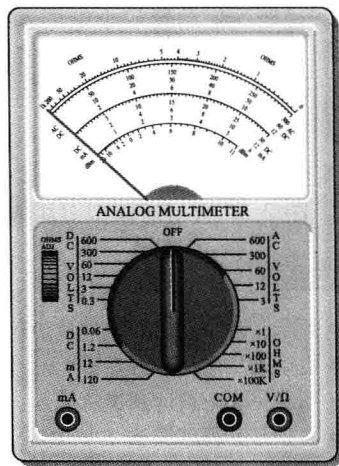
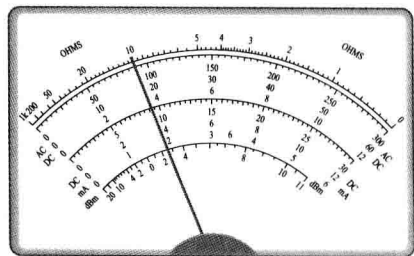

图 2-59 一款典型的模拟万用表
图 2-60 例 2-9 图
功能 典型的模拟式（指针式）万用表面板如图 2-59 所示。这种特殊的仪器可用于测量直流（dc）和交流（ac）及电阻值。它有四个可供选择的功能：DC VOLTS（直流电压）、DC mA（直流毫安电流）、AC VOLTS（交流电压）和 OHMS（电阻）。许多模拟万用表都与此类似，只是测量范围选择和刻度有所变化。
欧姆刻度 欧姆读数在表的最上一条刻度，这个刻度是非线性的，即每格（大或小）所表示的数值随刻度位置变化。注意，在图 2-59 中从右往左刻度越来越压缩。
小贴士 使用如图 2-59 所示的模拟万用表时，需要手动选择电压和电流量程，如果测量未知电压或电流，一个很好的实践做法是将万用表设置成最大量程，然后逐步减小量程，直到得到可以接受的读数为止。
【例 2-9】 在图 2-60 中，根据图 2-59 中万用表的开关设置，对于下列每一种开关，请确定所测物理量（电压、电流或电阻）及其数值。
- 图 2-59 所示的模拟万用表设置在 3V 量程
- 为测量 275V 直流电压, 应如何设置图 2-59 所示的万用表? 在哪个刻度读取电压?
- 如果希望用图 2-59 所示的万用表测量超过 20k Ω 的电阻, 应在哪里设置开关?